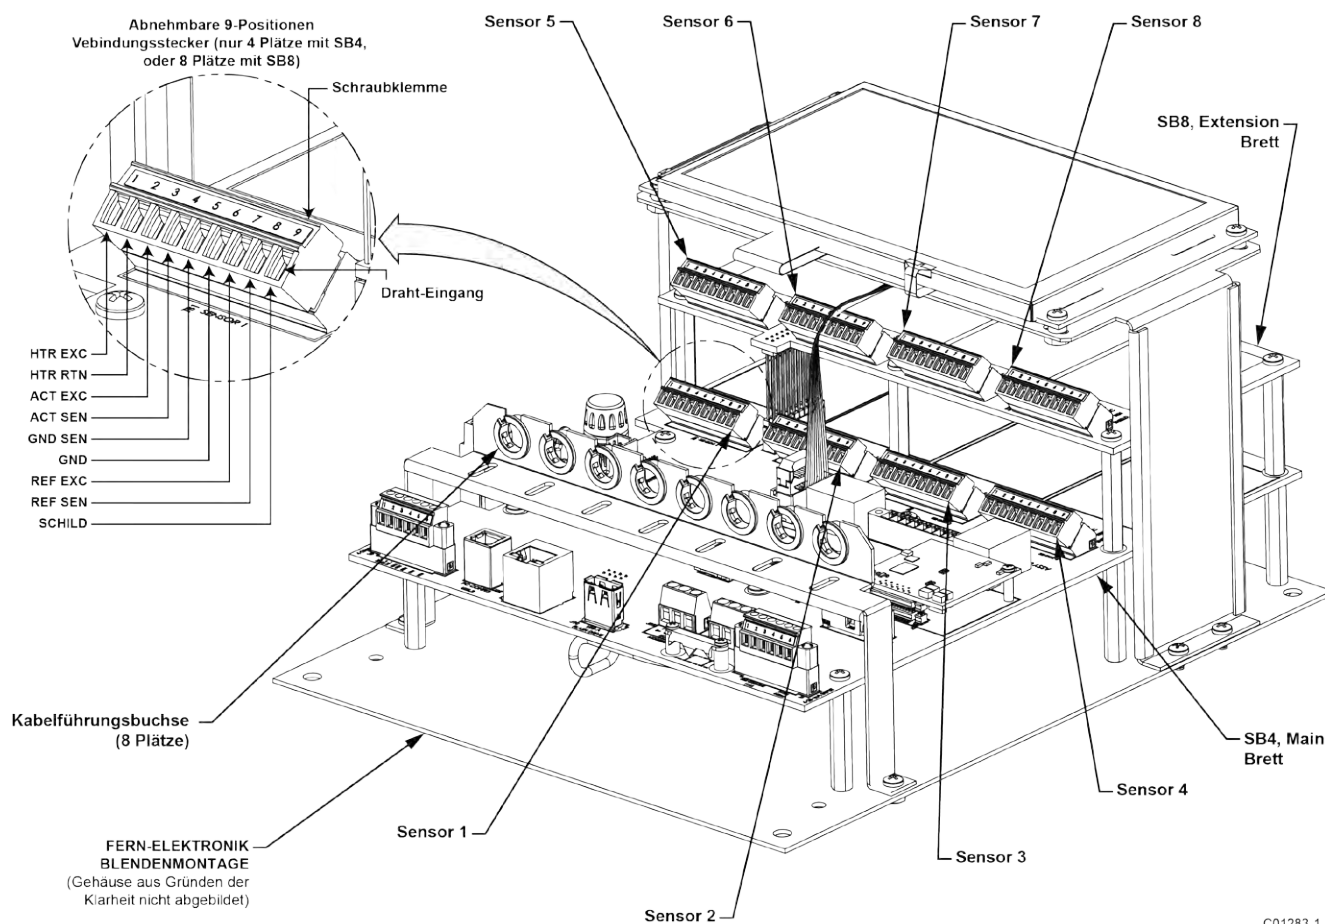

Abbildung 22 – Verbindungen des Durchflusselements
Wie in Abbildung 22 unten gezeigt, werden die MT100-Durchflusselement-Sensoren mit abnehmbaren 9-poligen Verbindungssteckern (insgesamt 8) auf der SB4-Hauptplatine und der optionalen SB8-Erweiterungsplatine (auf Abstandshalter) verbunden. Der Verbindungsstecker akzeptiert Draht mit 0,14 mm²-1,5 mm² (28-16 AWG) (siehe Tabelle 2, Seite 25, für Drahtgröße im Vergleich zu Längeninformation). Einen Durchflusselementsensor wie folgt an den entsprechenden Stecker anschließen:
3. Absolieren von Drahtenden (7 mm [0,27 Zoll]) und die entsprechenden Steckverbinderklemmen anschließen, wie in Abbildung 22 dargestellt.